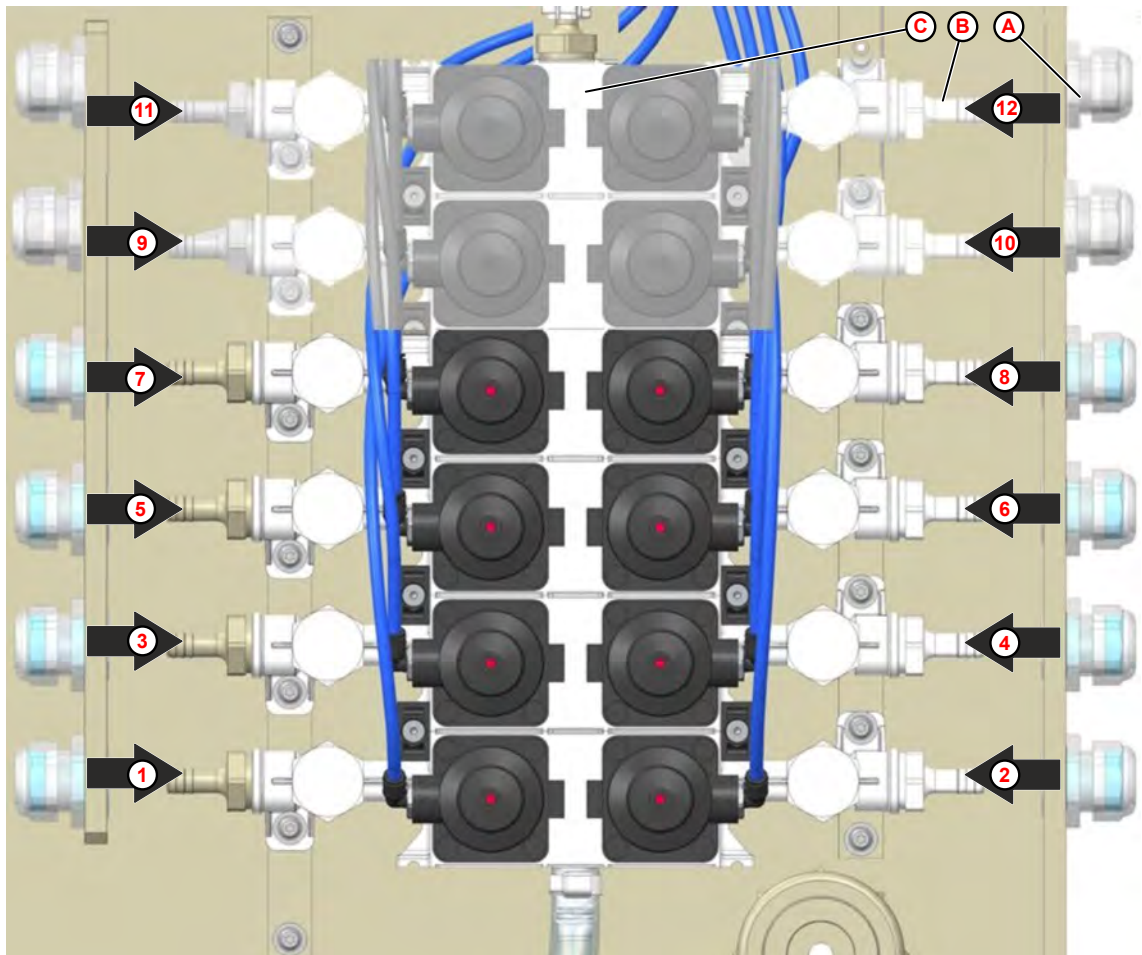

Fig. 6 : Affectation des produits
1. ➤ Passer les flexibles de chacune des lances d'aspiration de produit à travers les raccords filetés de décharge de traction (Fig. 6 , repère A).
2. ➤ Raccorder les flexibles aux raccords pour flexibles correspondants (Fig. 6 , repère B) du bloc de vannes (Fig. 6 , repère C) avec les colliers de serrage joints.